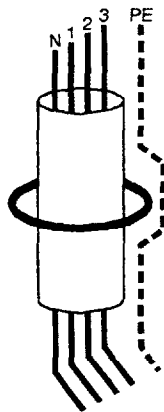

Figure 2
■ ø intérieur du tore > 1,4 x ø extérieur de l'ensemble des câbles (figure 2).